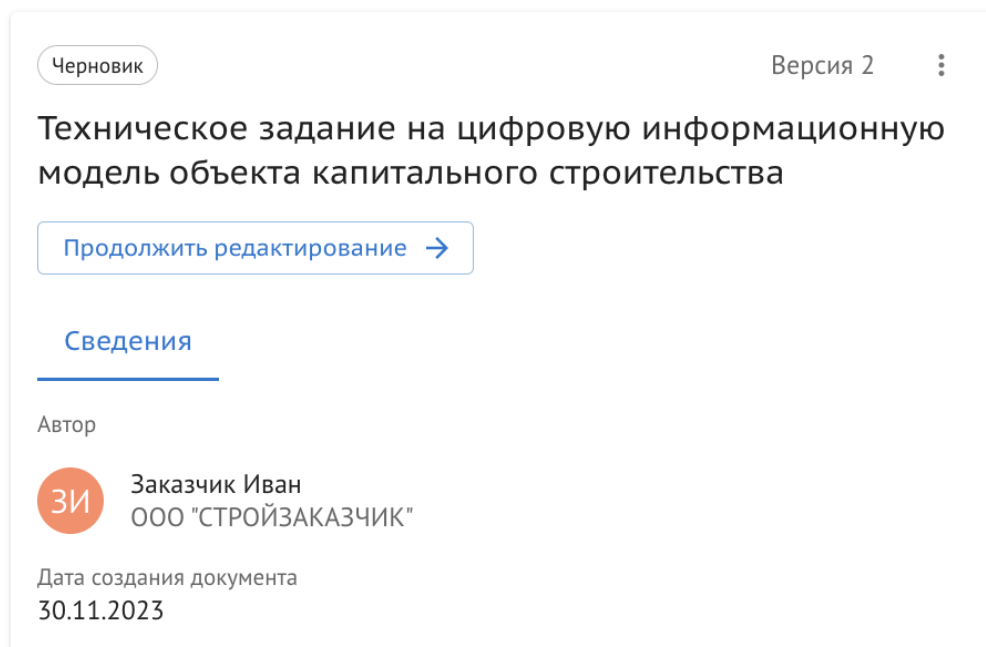

Рисунок 33. Карточка черновика ТЗ.
- 5) В разделе “Требования”, где появится карточка со статусом “Черновик” и новой версией Технического задания, нажать на “Продолжить редактирование” (Рисунок 33);